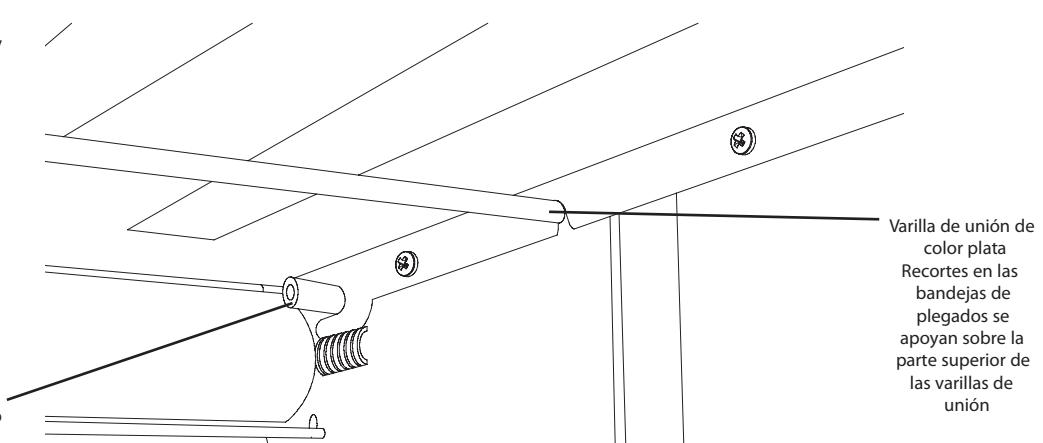

Figura 6
- las entalladuras en el extremo final de ambas bandejas de plegado se encajan con los 2 pins de color plata dentro de la máquina (figura 6),
- las bandejas de plegado deberán apoyarse en la parte superior de las varillas de unión de color plata (ver figura 6),
- las bandejas se deberán montar poniendo primero el extremo abierto. ( excepción: al hacer un plegado simple, la bandeja de plegado trasera se meterá con el extremo cerrado primero . Ver la sección de Plegado Simple en próxima página) NOTA: a muchos usuarios les parece más fácil instalar las bandejas de plegado mirándolas desde la parte inferior (como se ve en la figura 6).